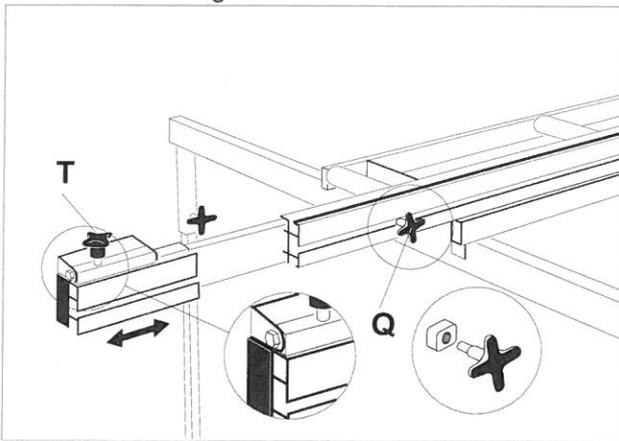

Fig. 8
- Monter låseskrue **Q** for teleskoputtrekket (fig. 8).
- Monter materialstopper **T** kant i kant med aluminiumsenden på teleskoputtrekket (fig.8 og 9).
Sagbladet må stå i nedsenket stilling før krengeing. Ved å løse låseskruen og trykke inn arm for krengeisikring (posisjons-hendelen), kan sagbladet krenge fra 0°-45° (fig. 8). Bladet innstilles og låses i ønsket krengevinkel. Les av gradene på skalaen og stram låseskruen.
- Still eventuelt inn ønsket krengevinkel på sagbladet (fig. 8 og 13).